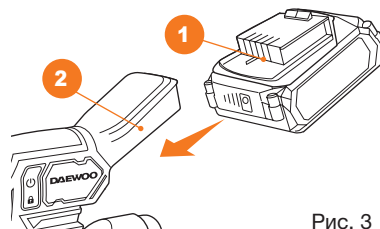

Рис. 3
- Установите аккумуляторную батарею **1** в разъем рукоятки изделия **2** до щелчка (Рис. 3).